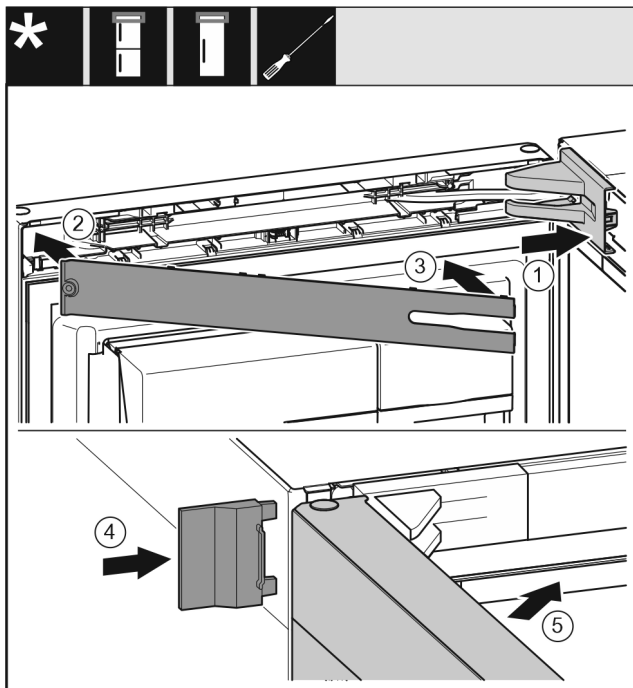

Fig. 73
- ▶ Lagerbokafdekking Fig. 73 (1) plaatsen en vastklikken, evt. voorzichtig uit elkaar drukken.
- ▶ Paneel Fig. 73 (2) plaatsen.
- ▶ Panelen Fig. 73 (3) naar binnen draaien en vastklikken.
- ▶ Buitenste afdekking Fig. 73 (4) erop schuiven.
- ▶ Bovenste deur Fig. 73 (5) sluiten.